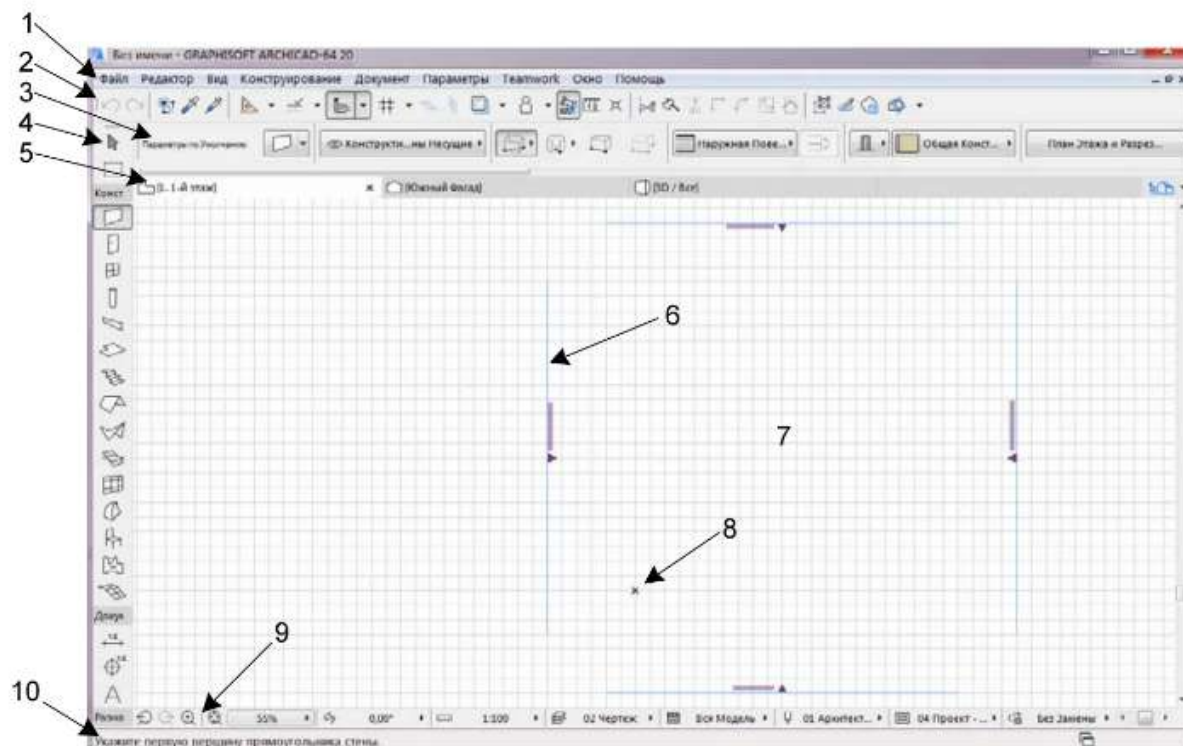
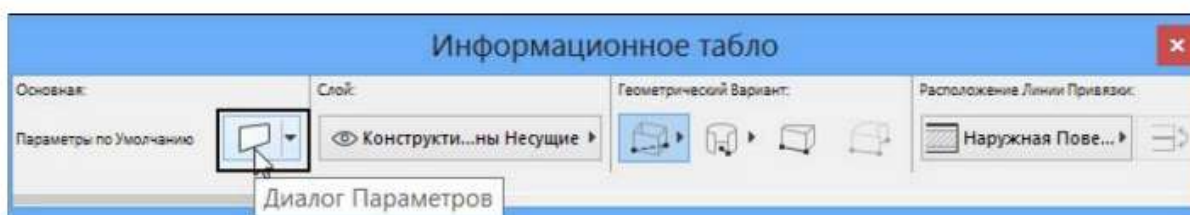

Рисунок 6.3 – Интерфейс программы
Рисунок 6.6 – Информационное табло
- **Информационное табло** (поз. 3 на рисунок 6.3) соответствует своим содержимым активному инструменту. Фактически оно дублирует диалоговое окно параметров инструмента, но в более компактном виде. С помощью информационного табло можно назначать геометрический способ построения инструмента и изменять его свойства. Расположенная слева кнопка с символом инструмента (на рисунок 6.6 она заключена в рамку) позволяет одним щелчком указателя мыши получить доступ в
- **Панель вкладок** (поз. 5 на рисунок 6.3) располагается на отдельной линейке над графической зоной и упрощает навигацию по окнам проекта. Первая вкладка (расположенная в левом углу строки вкладок) всегда соответствует текущему этажу, все последующие вкладки добавляются по мере запуска окон проекта. Щелчок на вкладке позволяет быстро вернуться в соответствующее окно (рисунок 6.7). Каждой вкладке соответствует определенный набор параметров проекта, который запоминается и восстанавливается при повторном открытии проекта.
- Табло оперативных параметров (поз. 9 на рисунок 6.3) располагается на горизонтальной линейке внизу всех графических окон, включая окно 3D-просмотра. Линейка служит для навигации по экрану, а также содержит кнопки с основными настройками проекта.
- Панель состояния (поз. 10 на рисунок 6.3) сопровождается подсказками выполняемые операции.
табло оперативных параметров (поз. 9 на рисунок 6.3) окна плана этажа. Откроется диалоговое окно (рисунок 6.12, *слева*), в котором можно выбрать один из стандартных масштабов либо задать нестандартный (специальный) по своему усмотрению. Масштаб можно назначить, не загружая диалоговое окно, а просто щелкнув по кнопке текущего масштаба (например, **1:100**) табло оперативных параметров. Кнопка снабжена таким же списком стандартных масштабов и возможностью назначения нестандартного, т. е. специального, масштаба (рисунок 6.12, *справа*).